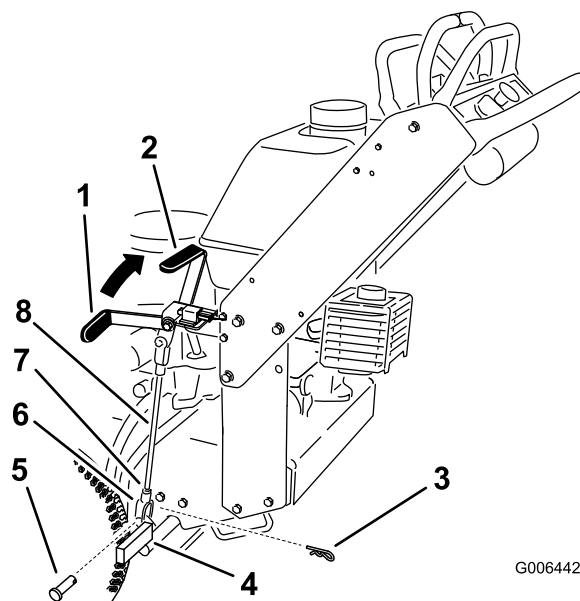

Figura 37
Nota: Quando il freno è innestato, la maniglia del freno dovrebbe essere in posizione ore 1 (Figura 37).
5. Allentate i dadi ad alette superiore ed inferiore (Figura 37).
6. Per regolare il freno, toglie la coppiglia e il perno con testa dalla leva del freno inferiore (Figura 37).
7. Ruotate l'asta del freno nelle forcelle. Per fissare i freni, allungate l'asta tra le forcelle. Per allentare i freni, accorciate l'asta tra le forcelle (Figura 37).
8. Fissate la forcella alla leva del freno inferiore con una coppiglia a forcina e un perno con testa (Figura 37).
9. Serrate i dadi ad alette superiore ed inferiore (Figura 37).